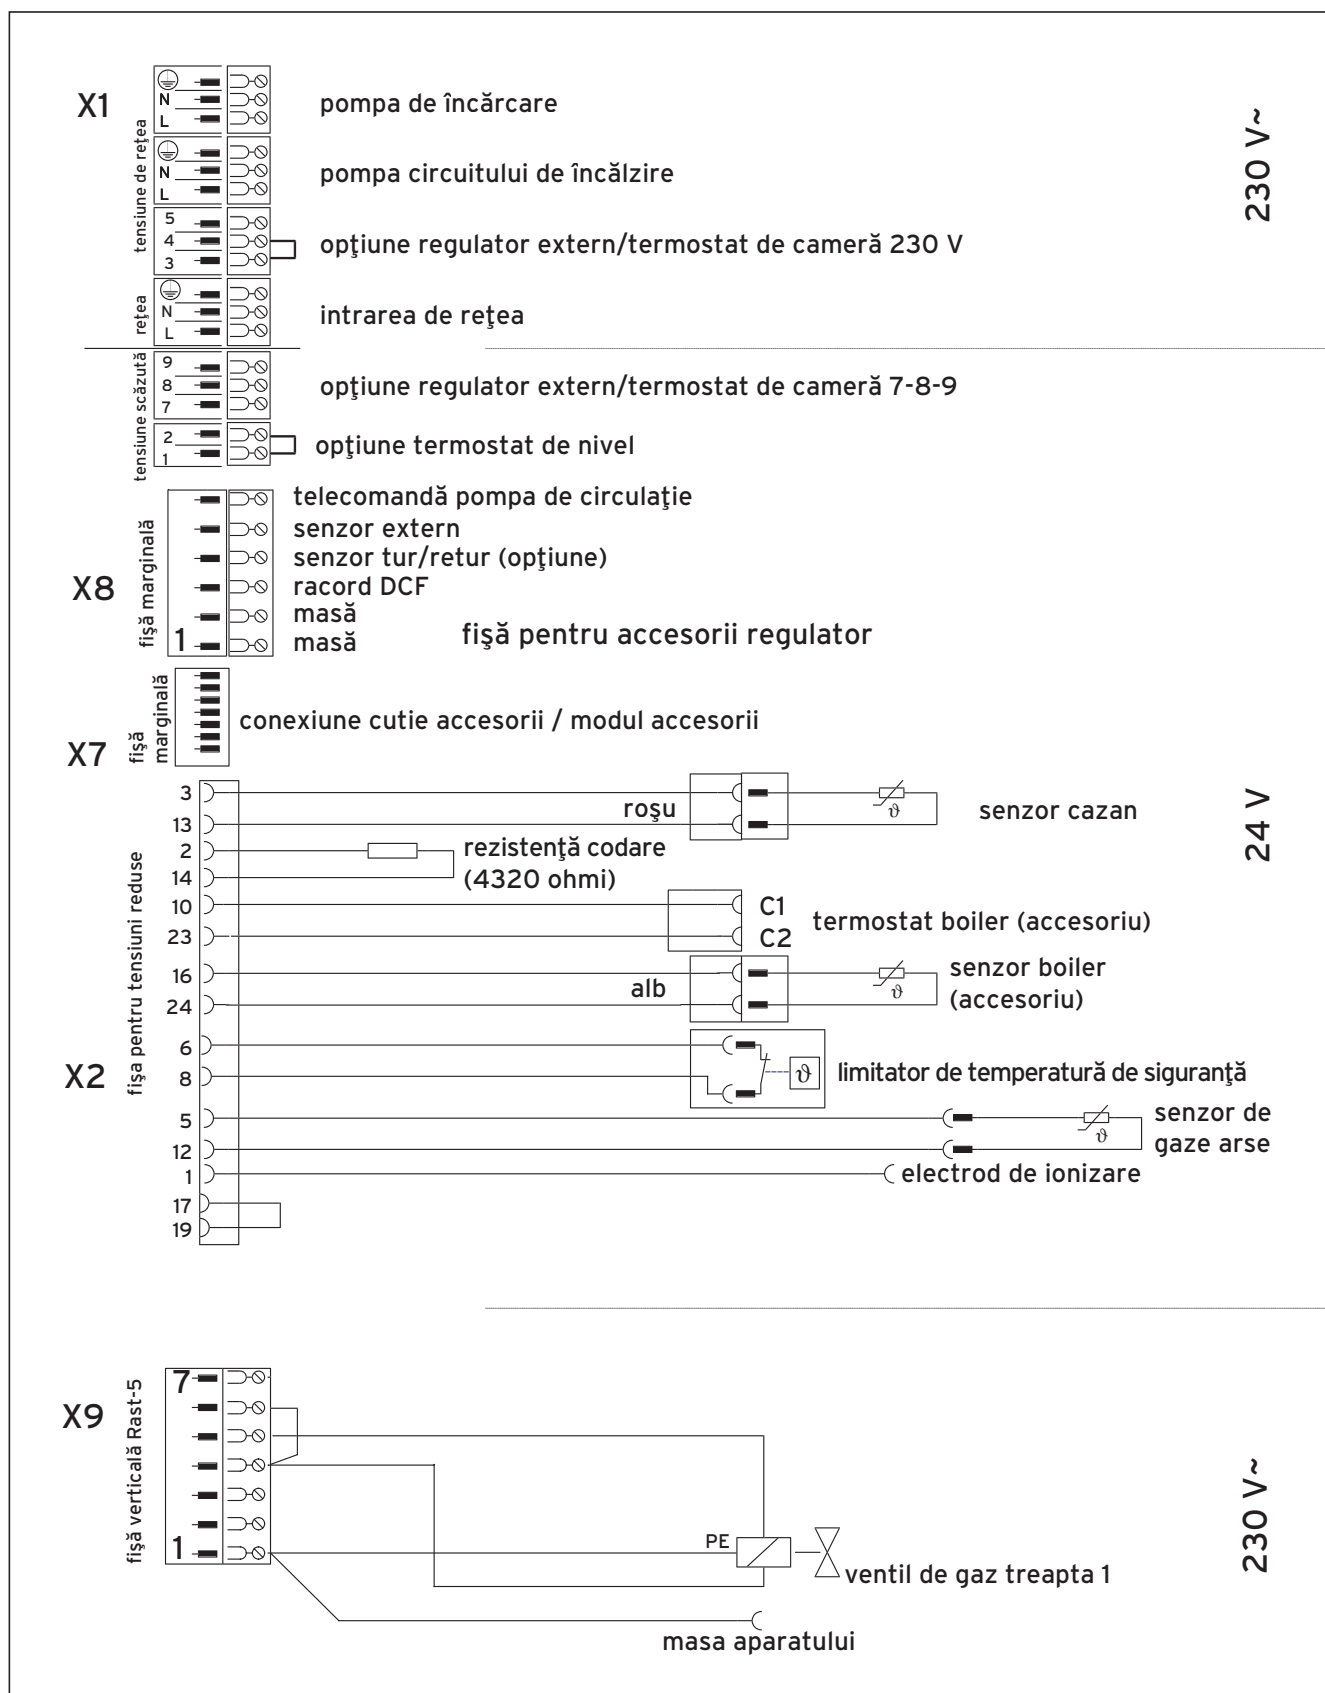

Fig. 4.5 Conexiunile electrice pentru atmoVIT exclusiv
- Conectați fără potențial siguranța pentru deficit de apă la "termostat de nivel" (Pro E) și clapeta de gaze arse la accesoriu (poziția conexiunii este prezentată în fig. 4.5).